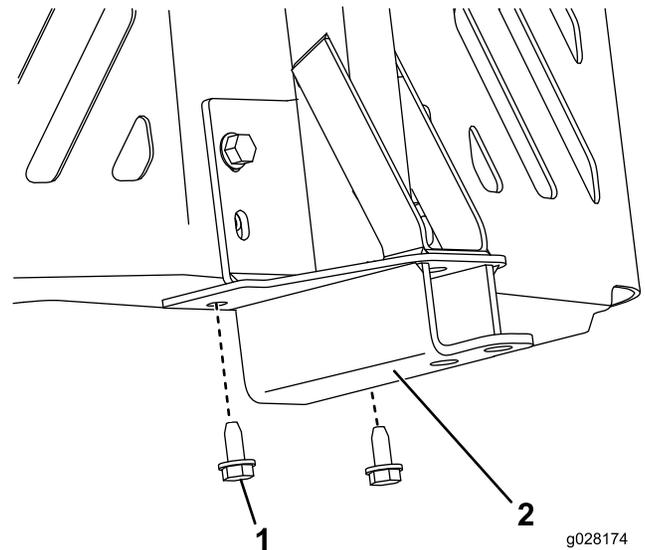

Figure 12
- Fixez le cadre de pivot au bas du cadre de la machine avec 2 vis autotaraudeuses (5/16 x 3/4 po), comme montré à la Figure 12.